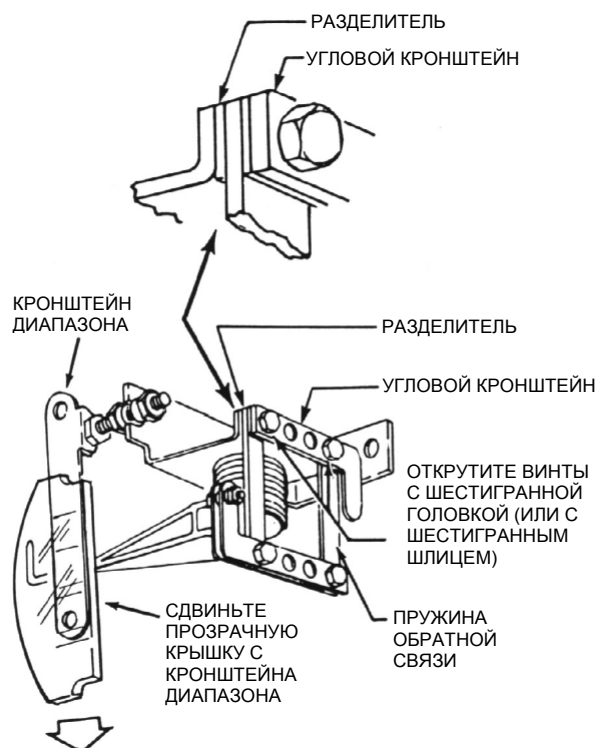

Рисунок 13
5. На узле обратной связи открутите два винта с шестигранной головкой (или шлицем). Поменяйте местами угловой кронштейн и разделитель (см. Рисунок 13). Закрутите назад винты с шестигранной головкой и затяните с моментом от 3.4 до 4.0 N•m (от 30 до 35 lb•in).